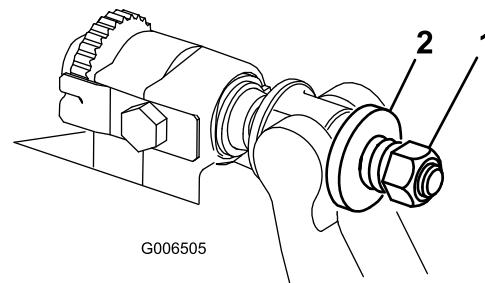

Figura 36
3. Aperte a porca da mola tensora até que a mola fique recolhida; em seguida, desaperte meia volta (Figura 36).